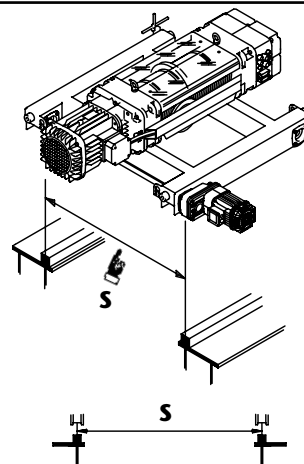

fig. 59
4. Vérifier que la entraxe (S) correspond à celle des poutres de roulement (fig. 59).